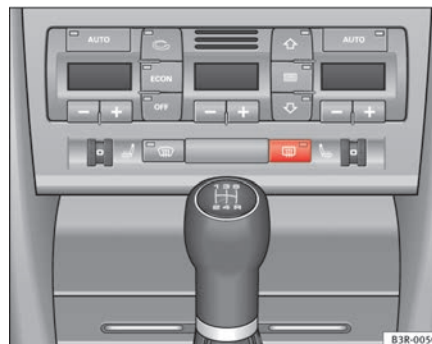

Abb. 96 Schalter für
- Drücken Sie auf die Taste , um die Heckscheibenbeheizung ein- bzw. auszuschalten ⇒ **Abb. 96**.